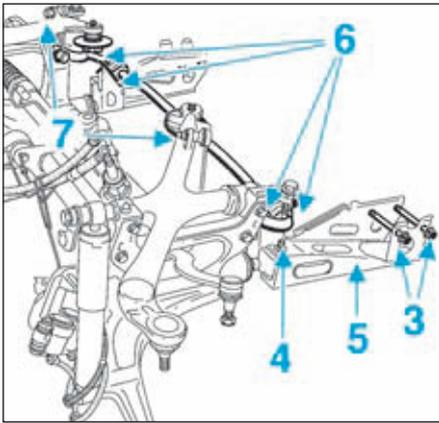

FIG.11
- les fixations du tirant sur la caisse (3) et sur le bras inférieur (4) (Fig.11),
- le tirant de bras (5),
- les fixations (6) des paliers de la barre stabilisatrice,
- les fixations supérieures (7) des biellettes de la barre stabilisatrice.